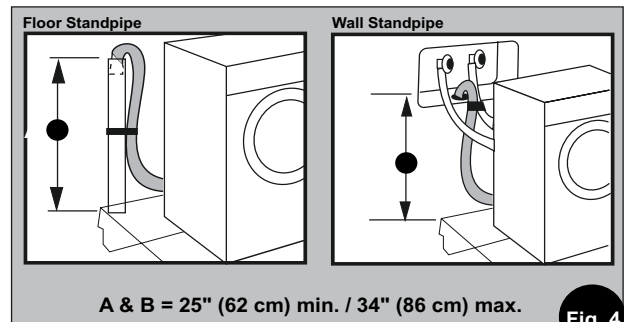

Fig. 4
**Sistema de descarga con tubo vertical:** La instalación requiere un tubo vertical con un diámetro mínimo de 1 ¼" (3,2 cm) y una capacidad de descarga mínima de 7 galones (26 litros) por minuto. Sistema de descarga con tubo vertical de pared o de piso: La parte superior del tubo vertical se debe encontrar a una altura de 25" (62 cm) - 34" (86 cm) desde la base de la máquina (Fig. 4).